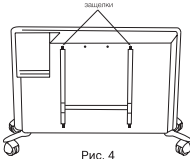

Рис. 4
- освободить настенный кронштейн от конвектора, необходимо следующим образом: нажмите на защелки и потяните кронштейн на себя навзав вниз на две защелки (рис. 4). Во время монтажа желательно использовать защитные печатки;
Конвектор не требует специального ухода. Перед обслуживанием (уходом) необходимо выключить конвектор из электросети и убедиться, что он остыл. Корпус прибора следует время от времени протирать мягкой тряпкой или влажной губкой. Ни в коем случае не используйте абразивные, пеномоющие средства и растворители. Произвести чистку пространства позади установленного на стене обогревателя довольно несложно. Нажмите вниз две защелки (рис. 4) на задней стенке обогревателя и потяните сам обогреватель вперед. После того, как он будет снят, можно будет вымыть стенку, на которой он был установлен. После завершения уборки установите обогреватель в его нормальное рабочее положение. Рекомендуемая температура и влажность в помещении: а) для работы конвектора: от -25 до +30°C, влажность от 40 до 90%; б) для хранения конвектора: от -20 до +80°C, влажность от 40 до 90%.